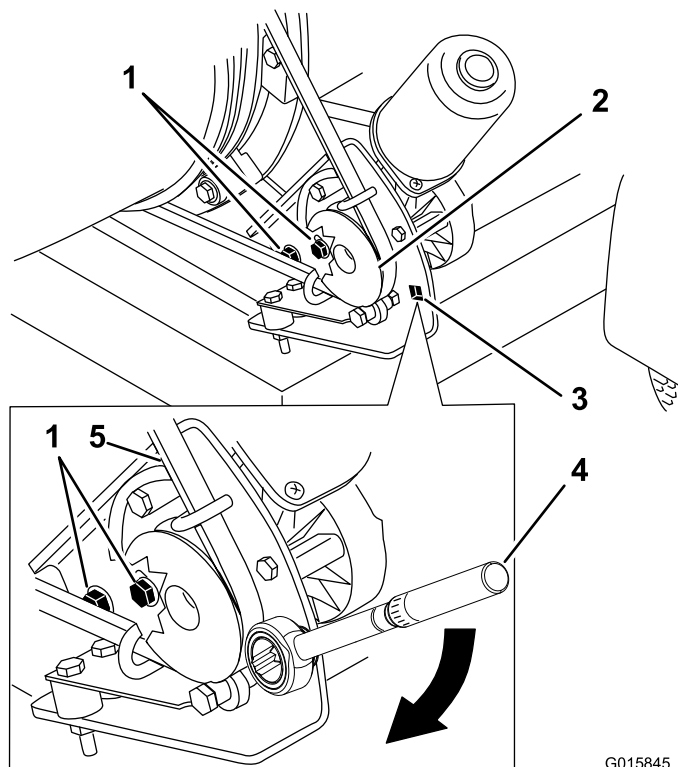

图 32
1. 拧开将皮带轮安装支架固定到吹风机机架上的螺栓图 32。
2. 将扭矩扳手放入皮带轮安装支架图 32。